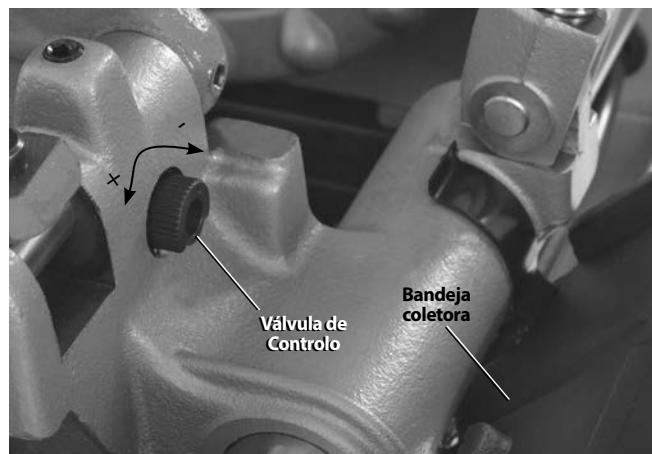

Figura 5 – Ajustar o Fluxo de Óleo
11. Verifique o nível de Óleo de Corte RIDGID. Retire a bandeja de lascas e o revestimento do cárter do óleo; verifique se o conjunto do filtro está completamente imerso no óleo. Consulte *Manutenção do Sistema de Óleo*. Se a máquina estiver equipada com uma bandeja coletora, certifique-se de que está devidamente colocada diretamente por baixo do óleo que pinga da cabeça de roscar para a bandeja de lascas (*consulte a Figura 5*).
- Coloque a cabeça de roscar na posição de utilização. Pressione e mantenha pressionado o interruptor de pedal. Verifique o óleo através da cabeça de roscar. Retire o pé do interruptor de pedal. O fluxo de óleo pode ser ajustado com a válvula de controlo na guia (*Figura 5*). A rotação no sentido horário diminui o fluxo e no sentido anti-horário aumenta o fluxo. Não ajuste enquanto a máquina estiver em funcionamento.